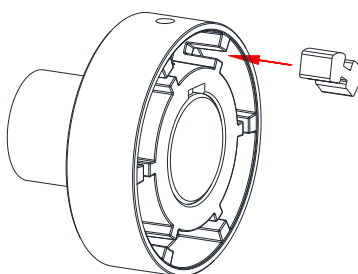

Bild 7: Montering av torsionsdämparna
- Sätt i torsionsdämparna i fickdelen (se bild 7).